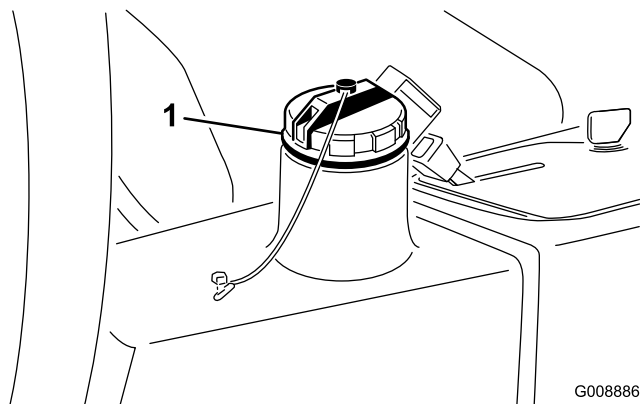

Рисунок 77
4. Залейте в гидравлический бак (Рисунок 77) приблизительно 13,2 литра гидравлической жидкости; см. Проверка гидравлической системы (страница 32).